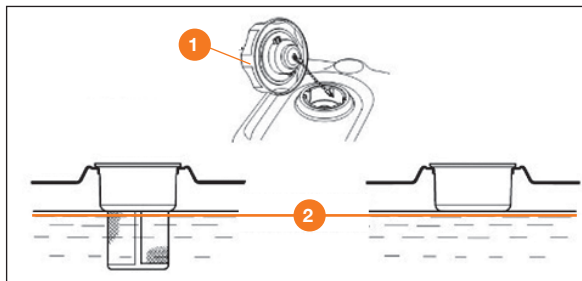

Рис. 15
- При низком уровне топлива долейте его до установленного уровня **2**. После заправки топливного бака надёжно затяните пробку заправочной горловины **1** (Рис. 15).